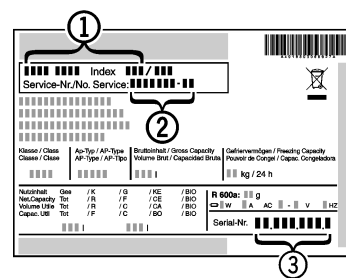

Fig. 5
- ▶ Apparaataanduiding *Fig. 5 (1)*, service-nr. *Fig. 5 (2)* en serie-nr. *Fig. 5 (3)* van het typeplaatje aflezen. Het typeplaatje bevindt zich aan de linkerkant binnen in het apparaat.
- ▶ Contact opnemen met de Technische Dienst en het probleem, apparaataanduiding *Fig. 5 (1)*, service-nr. *Fig. 5 (2)* en serie-nr. *Fig. 5 (3)* mededelen.